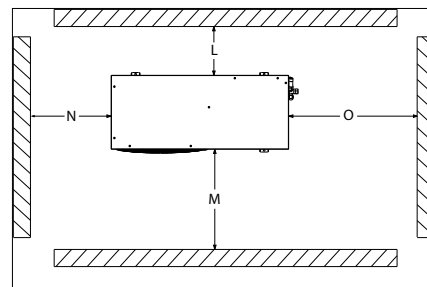

Bild 1: Minsta monteringsavstånd
- Kontrollera att det finns tillräckligt stort utrymme runt enheten för luftcirkulation och lucköppning. Bild 1 anger minsta tillåtna avstånd till väggarna.